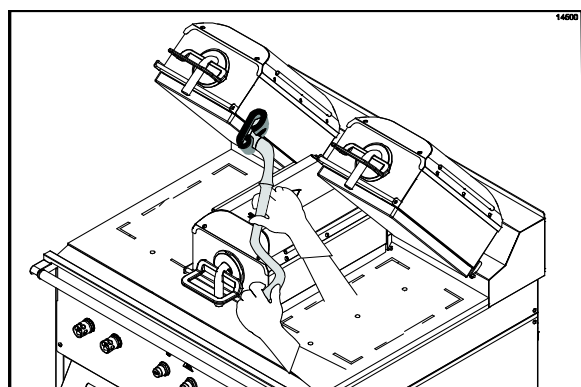

Figure 95
21. Appliquer le nettoyant pour gril aux bords intérieurs des plaques de droite et de gauche (Cf. Figure 95).